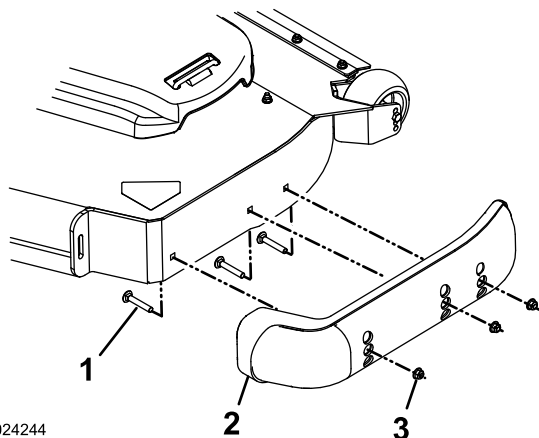

Figure 34
3. Retirez les boulons de carrosserie et les écrous de chaque patin (Figure 34).